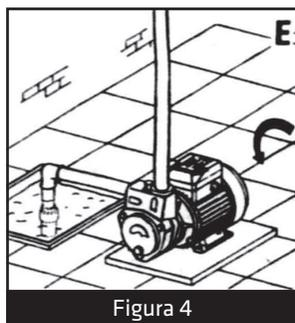

Figura 4
- 5- Observe logo na partida, pelo lado traseiro do motor, se este gira no sentido correto indicado pela seta no corpo da bomba. Caso contrario, inverta o giro do mesmo através dos fios de ligação do motor elétrico (**Figura 4**).